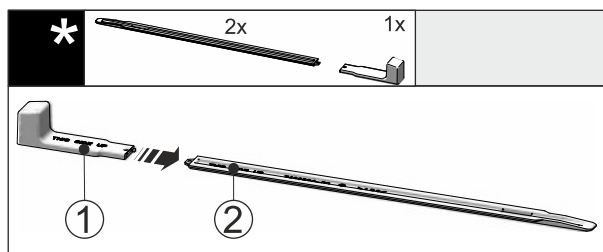

Fig. 45
- Futni dorzën e montimit Fig. 45 (1) në shinën e nivelimit Fig. 45 (2).